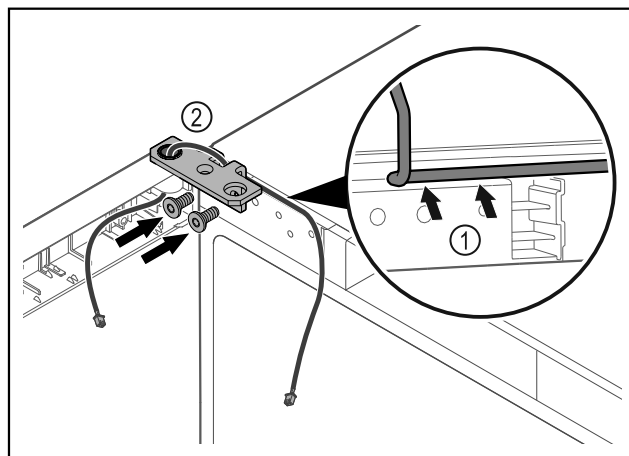

Fig. 37
- ▶ Проведите кабель через отверстие в шарнирном уголке и аккуратно уложите его Fig. 37 (1).
- ▶ Привинтите шарнирные уголки Fig. 37 (2).